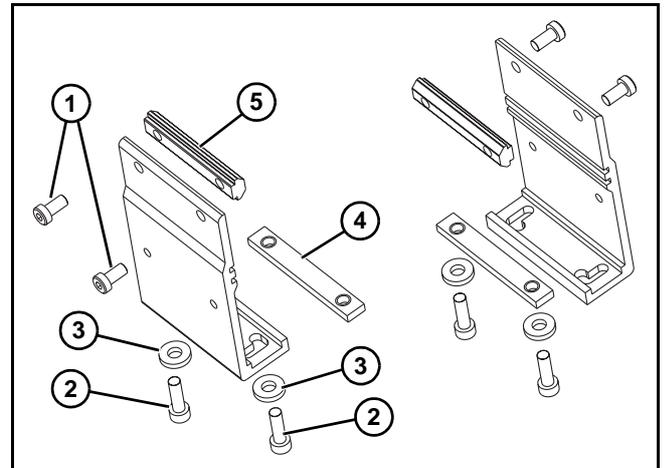
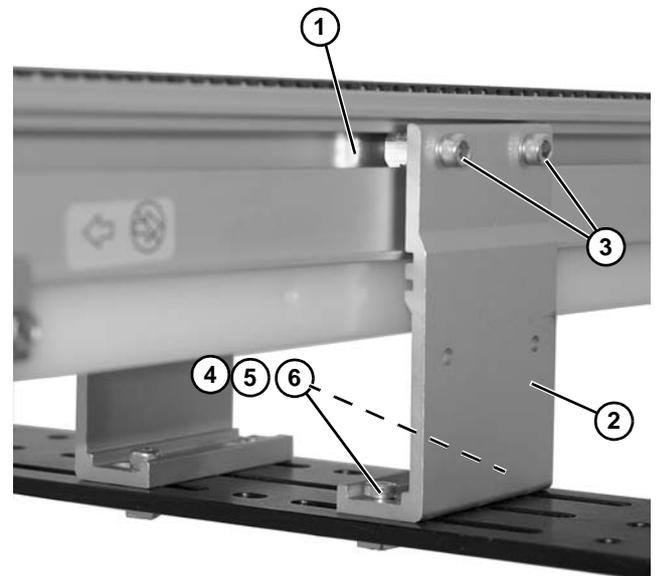

Abbildung 7
Abbildung 8
1. Halterung finden. Explosionsdarstellung ist in **Abbildung 7** gezeigt.
2. Schrauben (**Abbildung 7, Teil 1 & 2**), Unterlegscheiben (**Abbildung 7, Teil 3**), Mutterschiene (**Abbildung 7, Teil 4**) und T-Schiene (**Abbildung 7, Teil 5**) von Halterungen abbauen.
3. T-Schienen (**Abbildung 7, Teil 5**) in die Seitenschlitze am Förderband einsetzen (**Abbildung 8, Teil 1**). Halterungen (**Abbildung 8, Teil 2**) mit Befestigungsschrauben am Förderband befestigen (**Abbildung 8, Teil 3**).
4. Halterungen an Stützfuß mit Befestigungsschrauben (**Abbildung 8, Teil 4**), Unterlegscheiben (**Abbildung 8, Teil 5**) und Muttern (**Abbildung 8, Teil 6**) befestigen.
5. Schrauben (**Abbildung 8, Teil 3 & 4**) auf 7 Nm festziehen.